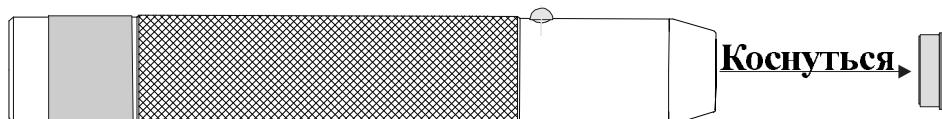

Рис.3.
- при подходе к точке контроля взять TouchPen в руку и кратковременно коснуться КОНТАКТОРОМ электронного идентификатора как показано на Рис.3.